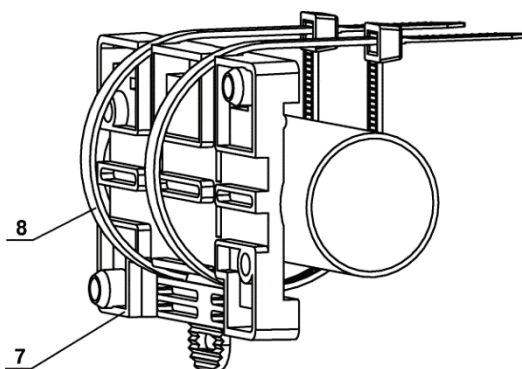

Рисунок 3 – Монтаж кронштейна на трубу
1. При необходимости смонтировать кронштейн (7) на DIN-рейку или трубу хомутами (8) шириной 6 мм (рисунок 3).